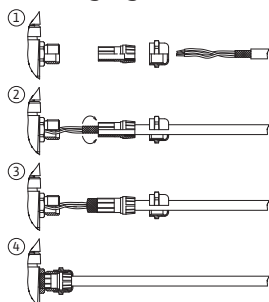

Fig. 27: Schermklem
Het scherm wordt via de kabeldoorgang met de elektronicamodule verbonden. Zie Fig. 27.
De kabel van de digitale ingang, analoge ingangen en buscommunicatie moeten via de metalen kabelschroefverbinding van de kabeldoorgang (Fig. 19, pos. 4, 5 en 6) zijn afgeschermd. Zie voor afscherming Fig. 27.